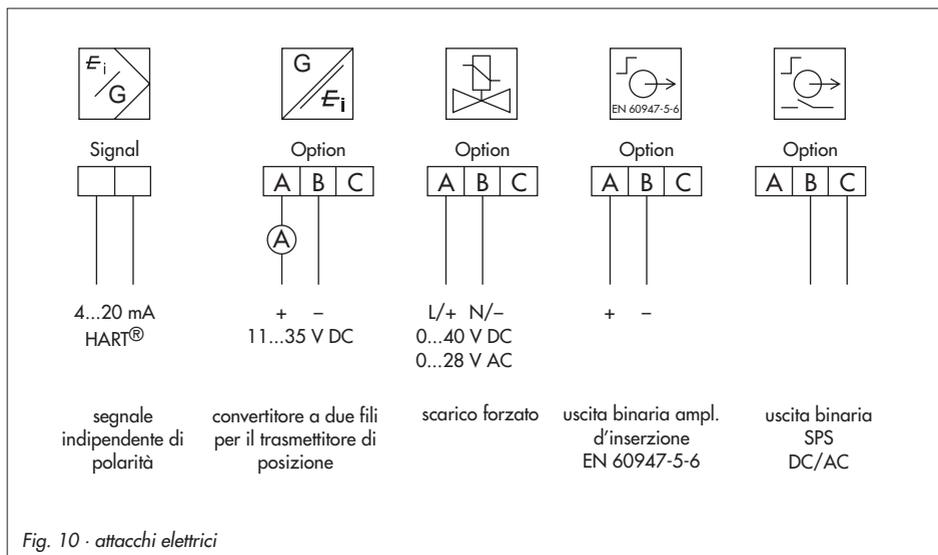

Fig. 10 · attacchi elettrici
Riferirsi a Fig.10 oppure all'etichetta riportata sulla morsetteria per l'assegnazione dei terminali.
- ▶ Per versioni con elettrovalvola di scarico collegare la tensione secondo la fig. 10